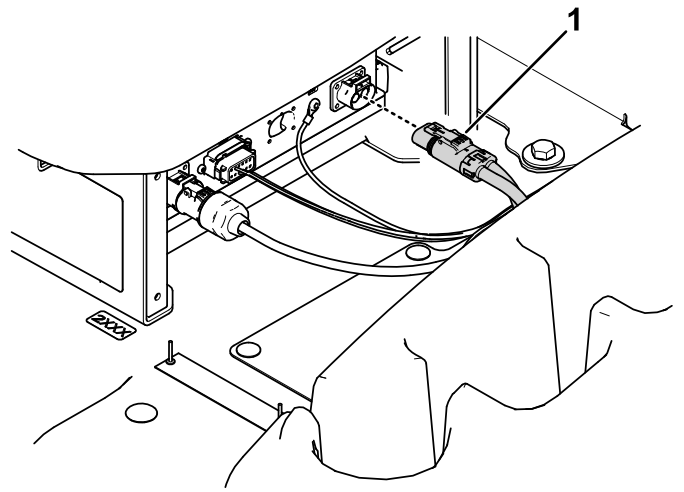

Figure 13
3. Débranchez le connecteur d'alimentation CC du chargeur (Figure 13).
2. Branchez le connecteur d'alimentation CC sur le chargeur (Figure 13).